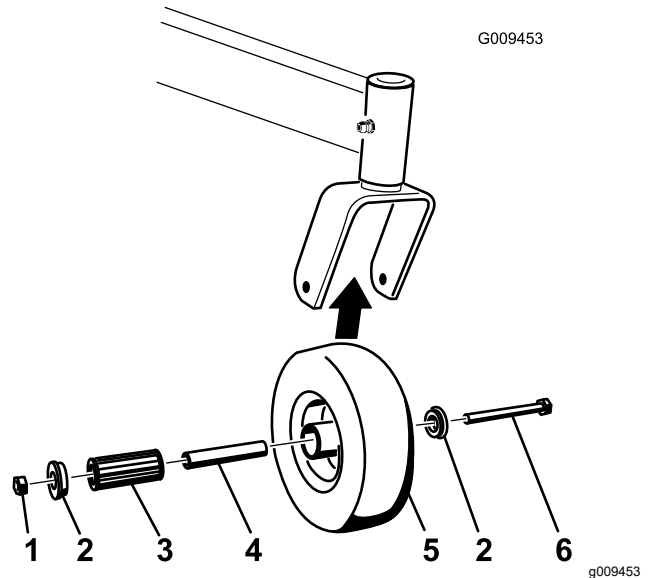

Figure 57
1. Enlevez le contre-écrou et le boulon de fixation de la roue pivotante à la chape (Figure 57).
2. Enlevez une bague, puis sortez la douille pour clé et le roulement à rouleaux du moyeu de roue (Figure 57).
3. Enlevez l'autre bague du moyeu, puis nettoyez la graisse et les saletés éventuellement présentes dans le moyeu (Figure 57).
**Remarque:** Remplacez les pièces endommagées ou usées (Figure 57).
5. Placez une bague dans le moyeu de roue (Figure 57).
6. Lubrifiez le roulement à rouleaux et la douille pour clé, et insérez-les dans le moyeu (Figure 57).
7. Mettez la deuxième bague dans le moyeu (Figure 57).
8. Montez la roue pivotante dans la fourche à l'aide du boulon et du contre-écrou (Figure 57).
9. Serrez le contre-écrou jusqu'à ce que la base de la douille pour clé soit en appui contre l'intérieur de la fourche (Figure 57).